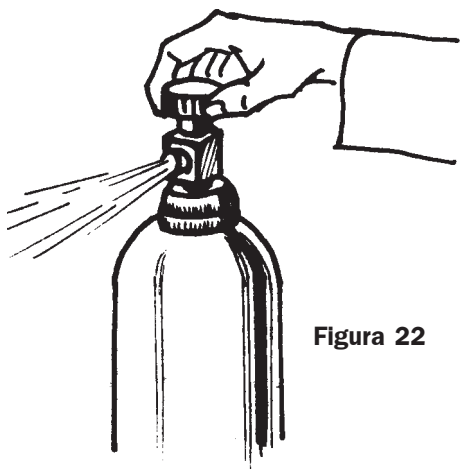

Figura 22
- 2) Colocándose a un costado de la boca de salida del tubo, proceder a abrir lentamente la válvula del mismo, y dejar salir gas por unos instantes, para limpiar el conducto de toda partícula extraña. Cerrar el grifo nuevamente (**figura 22**).